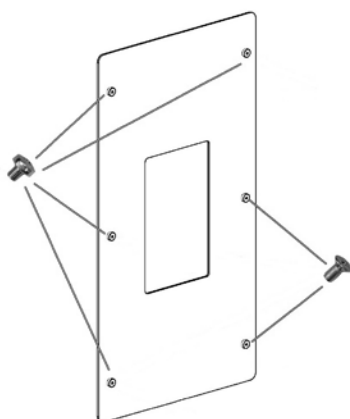

Fig. 46 - Visser les vis
- Visser les vis sur les douilles présentes sur le verre: 4 vis avec tête ronde et 2 vis avec tête plate (voir Fig. 46).